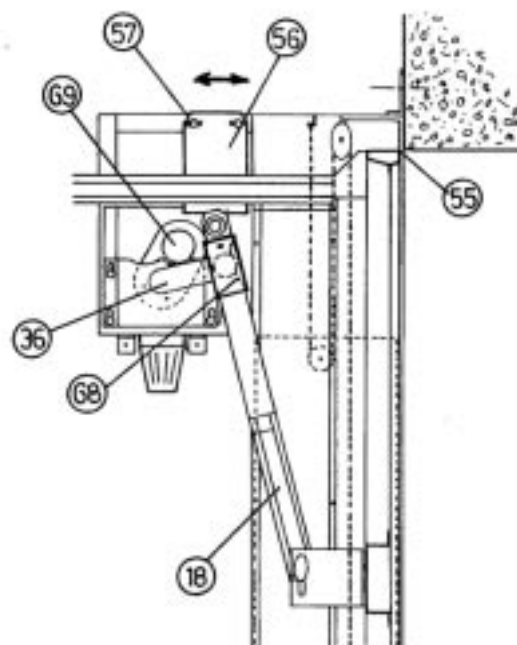

FIGURE 28
- 9) Graisser l'intérieur du bras de manoeuvre (18), l'axe coulissant de la biellette (36), et la lame ressort (68) FIG 28 page 14.
- 10) Boucher les trous dans les piles (2), visibles de l'extérieur dans le cas d'une pose en tunnel, à l'aide des bouchons plastiques de 11.
- 11) Visser les 2 caches contrepoids (12).